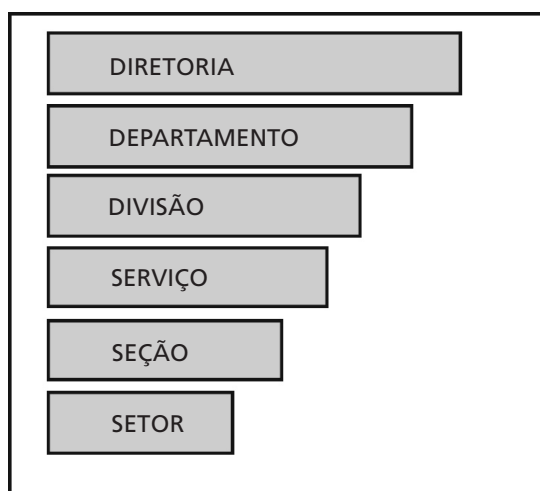

Figura 1.11: Representação dos níveis hierárquicos.
e. Os órgãos de nível hierárquico superior devem ser discretamente maiores do que os seus subordinados (**Figura 1.11**).